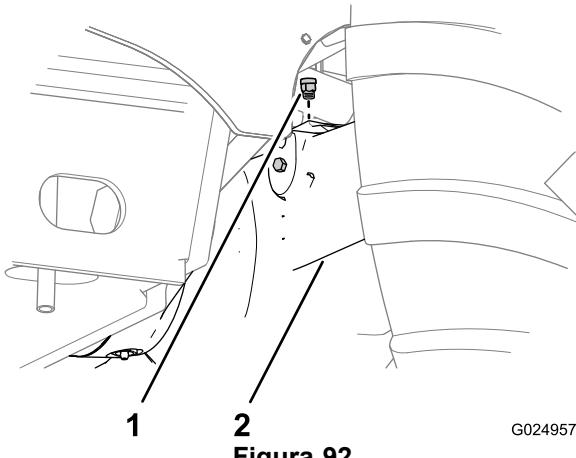
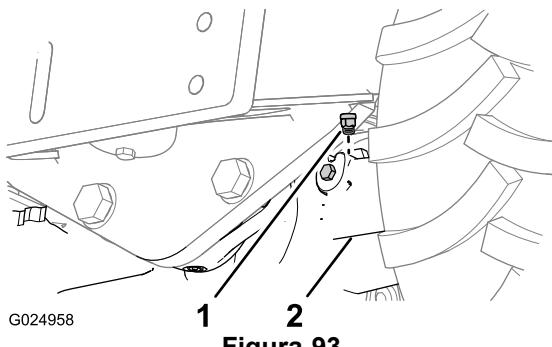

Figura 92
Figura 93
1. Limpie la zona alrededor de los respiradores con un disolvente (Figura 92 y Figura 93).
2. Retire los respiraderos de los ejes delantero y trasero (Figura 92 y Figura 93).
5. Instale los respiraderos en los ejes delantero y trasero (Figura 92 y Figura 93).